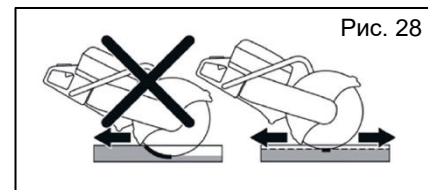

Рис. 28
- Медленно перемещайте диск вперед и назад, чтобы обеспечить небольшую площадь контакта диска с разрезаемым материалом. Это снижает температуру и обеспечивает эффективную резку (Рис. 28).